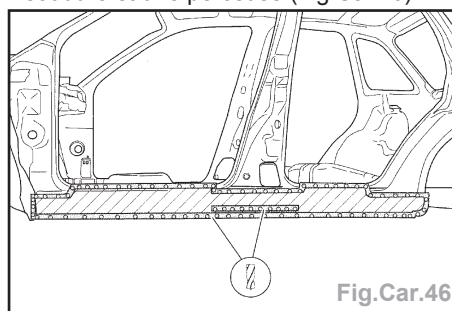

Fig.Car.46
- Éliminer les points de soudure, en utilisant le mandrin à fraise pour les points de soudure et une perceuse (Fig.Car.46).